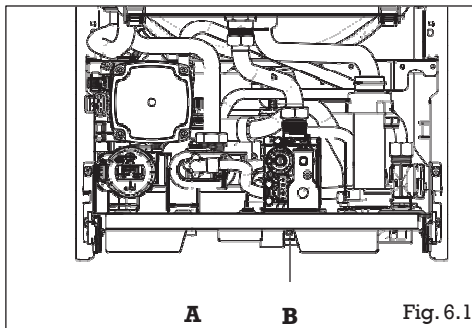

Fig. 6.1
- Svitare il rubinetto di riempimento della caldaia (A), l'acqua si smaltirà tramite il collettore condensati (B) (fig. 6.1)